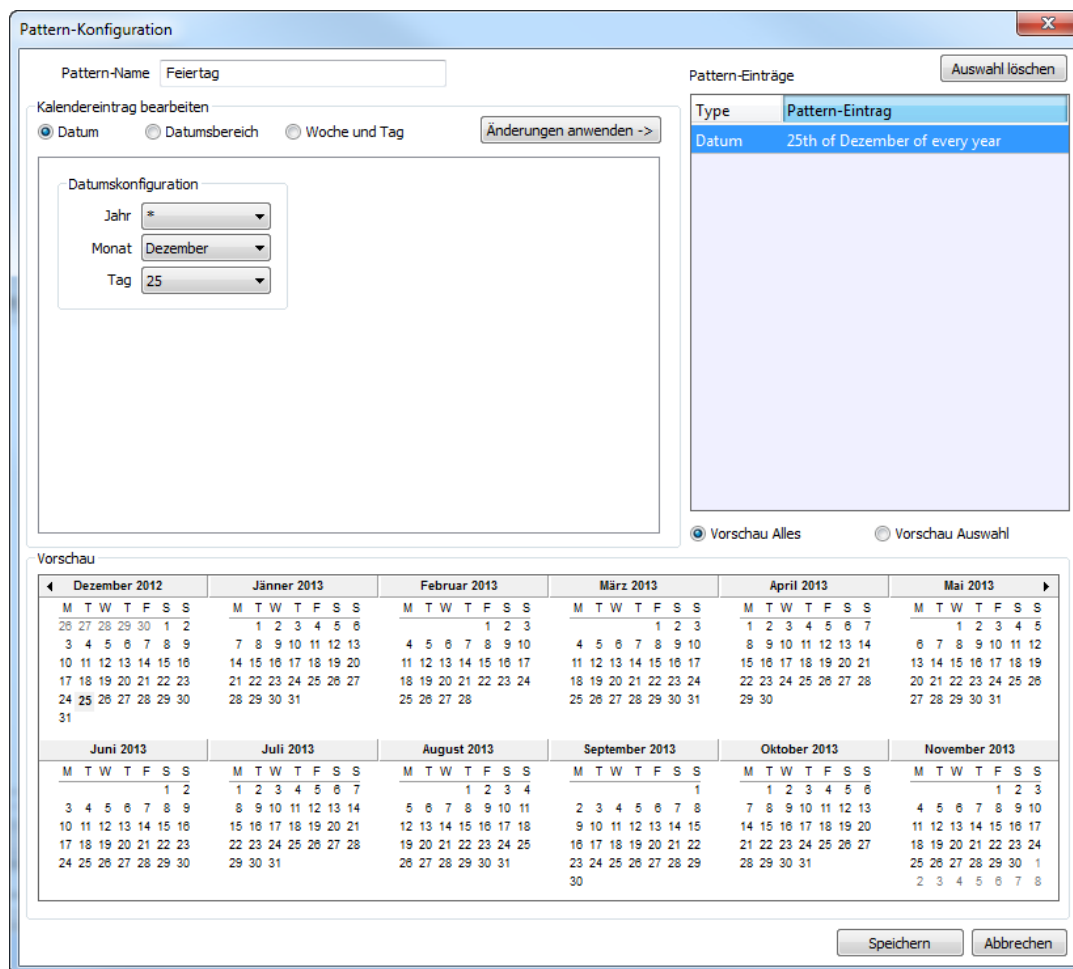

Abbildung 132: Dialogfenster zur Konfiguration eines Kalender-Patterns
4. Der **Pattern-Konfiguration**-Dialog erscheint, der in Abbildung 132 dargestellt ist. Fügen Sie neue Daten hinzu indem Sie neue Datumskonfigurationen eingeben. Klicken Sie dann auf **Neuer Eintrag**. Das Datum erscheint dann in der Liste **Pattern-Einträge** auf der rechten Seite des Fensters.